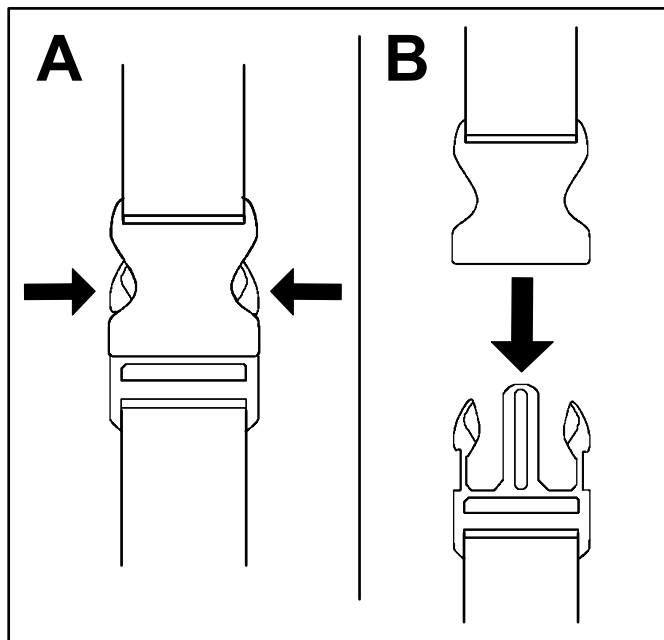

Figura 5
1. Esercitate una pressione sui lati della fibbia (A di Figura 5).
2. Consentite lo sganciamento della fibbia (B di Figura 5).